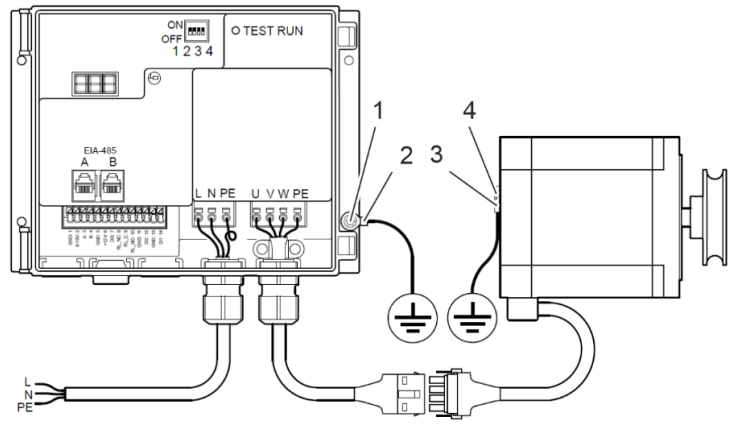

Abbildung 101: Potentialausgleich
19. Befestigen Sie den Potentialausgleich des Rotorreinigerantriebs mit einem Ringkabelschuh (Abbildung 101/2) am Gehäuse des Rotorreinigerantriebs. Verwenden Sie dazu eine der Bohrungen (Abbildung 101/1), die zur Befestigung des Rotorreinigerantriebs am Gehäuse des Rotationswärmetauschers dienen.
20. Befestigen Sie den Potentialausgleich des Rotorreinigerantriebs mit einem Ringkabelschuh (Abbildung 101/4) am Schrittmotor. Verwenden Sie dazu die M3-Bohrung (Abbildung 101/3) auf der Rückseite des Schrittmotors.